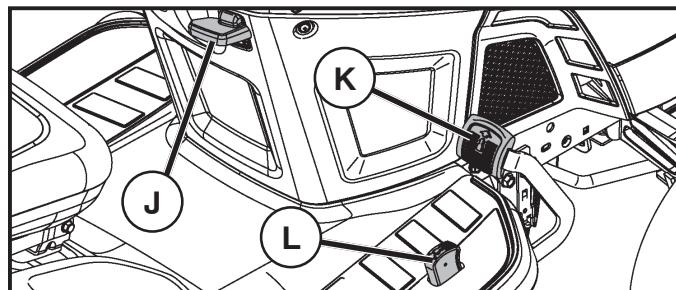

Fig. 7
(Voir la Fig. 7)
- Appuyez doucement sur la pédale de marche avant (K) ou sur la pédale de marche arrière (L) pour commencer à vous déplacer. Plus vous appuyez sur la pédale, plus la vitesse au sol augmente.
COMMENT UTILISER LE RÉGULATEUR DE VITESSE (J) (Voir la Fig. 7)